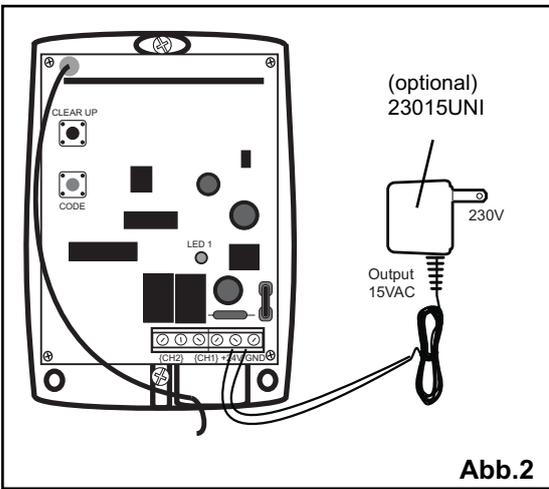

Abb.2
- 12 V - 24 V og GND er forbindelsesklammerne på printkortet (afb.2). Forbind transformerkablet med forbindelsesklammerne. Spænd derefter klammerne godt fast.